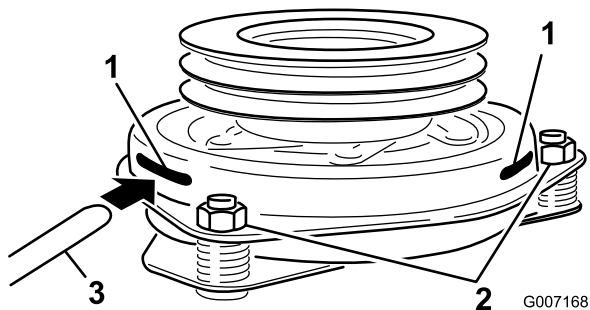

Figure 53
9. Insérez une jauge d'épaisseur de 0,381 à 0,533 mm (0,015–0,021 pouce) dans une fente d'inspection sur le côté de l'ensemble. Vérifiez qu'elle passe bien entre les surfaces de frottement de l'induit et du rotor (Figure 53).
10. Serrez les contre-écrous jusqu'à ce la jauge d'épaisseur fléchisse légèrement mais puisse bouger facilement dans l'entrefer (Figure 53).